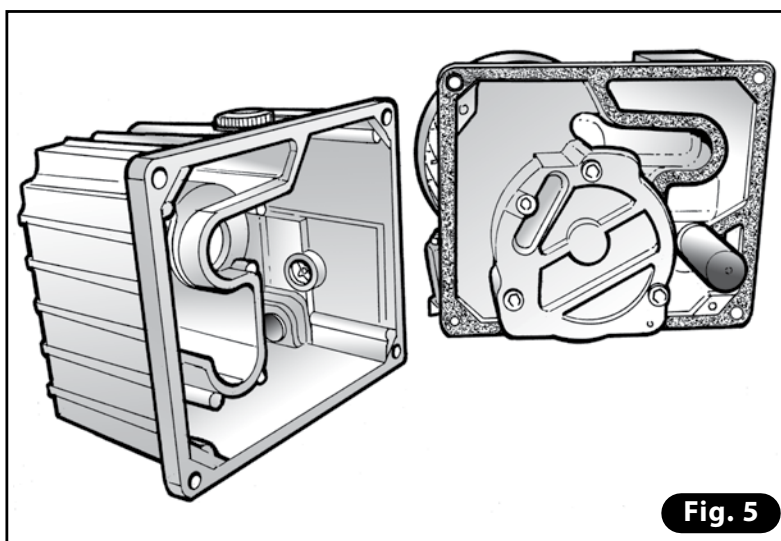

Fig. 5
- 4) Effectuer le nettoyage du réservoir avec un torchon imbibé de la même huile utilisée dans la pompe (**Fig. 5**).